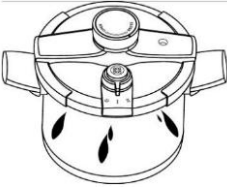

Fig.11
② Refroidissement rapide. Parfois, il doit refroidir rapidement, placez la cuisinière dans un endroit plat et arrosez lentement la cuisinière d'eau froide jusqu'à ce que la soupape de sécurité tombe (Fig. 11, l'ouverture du couvercle est la même que ci-dessus).